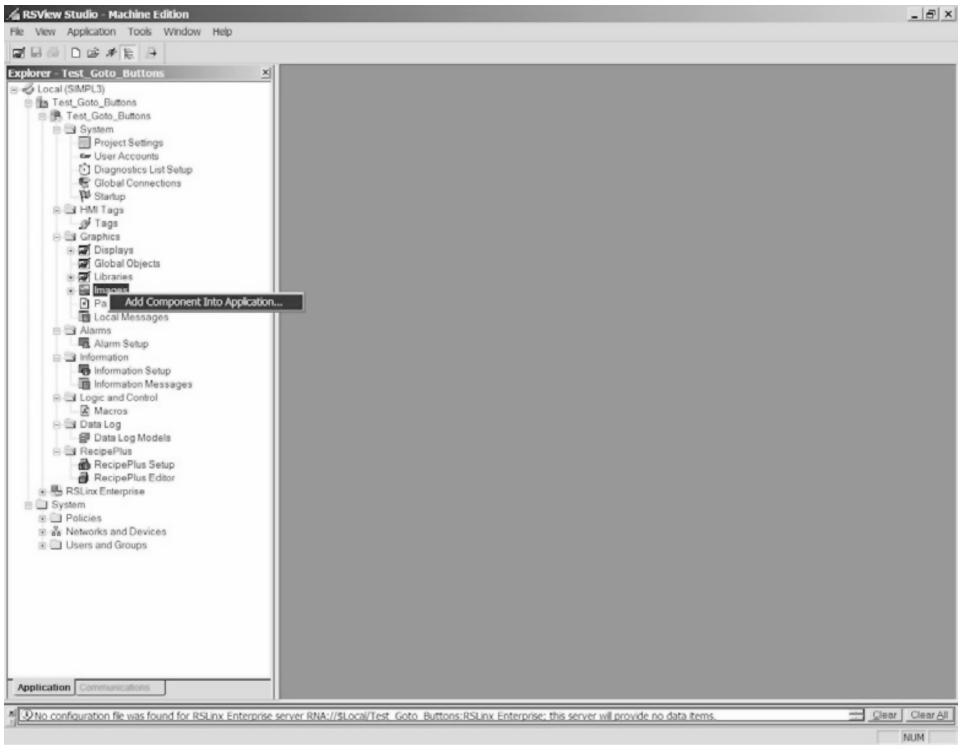

图 24-33 添加 PowerFlex 位图图像
1. 通过右键单击系统树中的“图像”（Image）文件夹，并选择“将组件添加到应用中”（Add Component into Application），将 PowerFlex 位图图像添加到 RSVIEW 应用中，如图 24-33 所示。